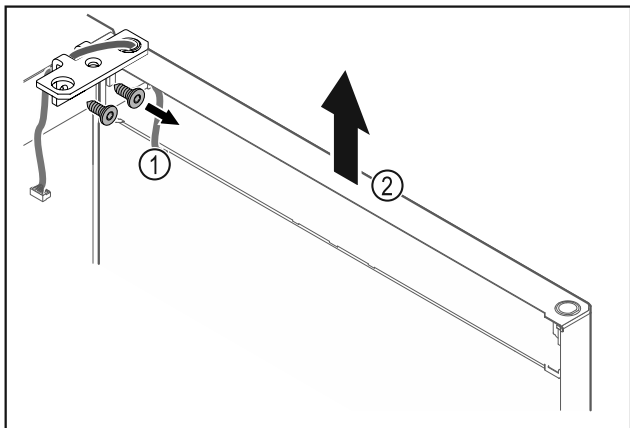

Fig. 25
- ▶ Odvrnite kutne šarke Fig. 25 (1).
- ▶ Dignite vrata s kutnim šarkama Fig. 25 (2) cca 200 mm ravno prema gore i skinite ih.